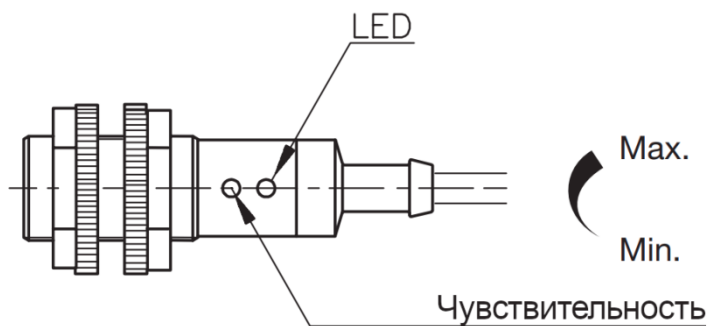

Рисунок 3.6
Также узел комплектуется емкостным датчиком уровня кормов (6), который останавливает работу шнека при наполнении кормами бункера продольного кормления. Датчик регулируется по высоте относительно бункера продольного кормления, а также имеет регулировку чувствительности (рис. 3.6), что обеспечивает оптимальное наполнение бункера продольного кормления.